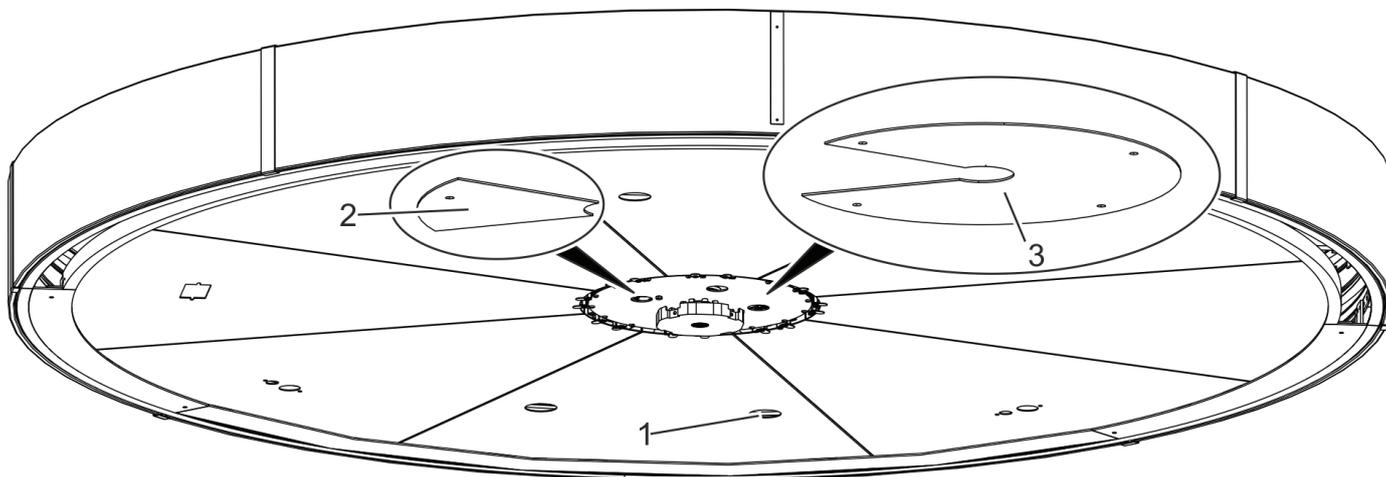

Рис. 134 Закрытие привода
18. При необходимости нужно вставить точечные светильники в существующие отверстия в нижней части потолка (рис. 134/1).
19. Зафиксировать облицовочные диски (рис. 134/2 + 3) в отверстиях со стороны регулятора к нижней части привода (набор винтов **34053501150**).